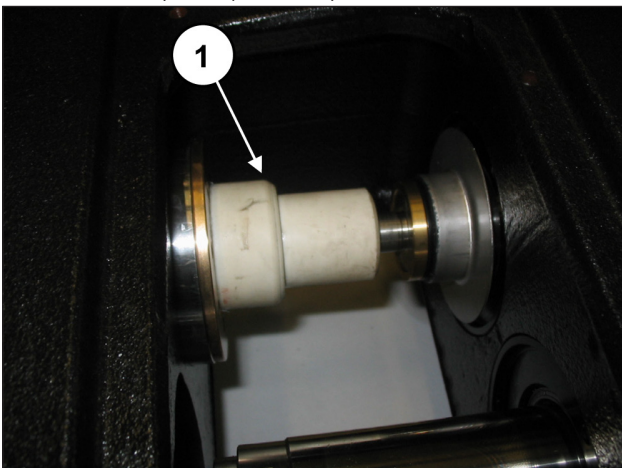

Abb. 141
Drehen Sie die Welle von Hand so, dass die 3 Kolben an ihren oberen Totpunkt bewegt werden. Setzen Sie den Dorn Art. 27516600 zwischen Kolbenführung und Kolben ein (Pos. ①, Abb. 141).